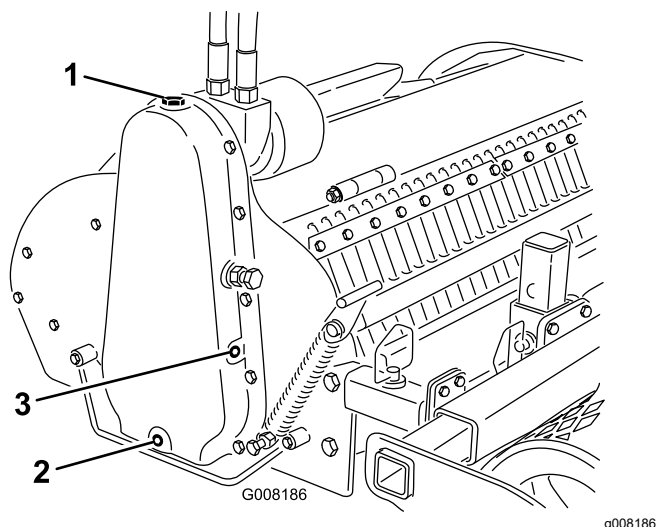

Figura 11
4. Aprite il bocchettone olio nella parte superiore del carter della cinghia di trasmissione (Figura 11).
6. Togliete il tappo di spurgo (Figura 11).
8. Togliete il tappo laterale (Figura 11).